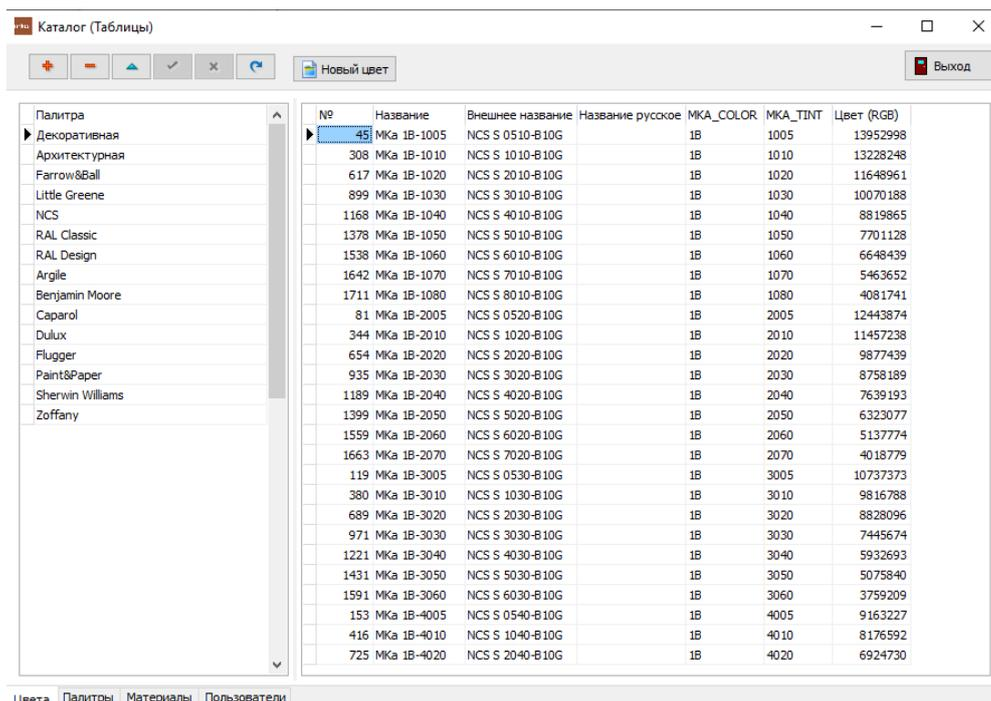

Рис. 14 – Каталог
Для удобства цвет и название отображаются в квадрате, в главном окне. Также над ним указывается код цвета в модели RGB (Рис.14).
- 1) Для открытия **Каталога (Таблицы)** (Рис.14), нажмите кнопку  в главном окне.
- 2) Все элементы в справочнике можно редактировать. Для этого выберите нужный элемент в левом списке, нажмите . Чтобы одобрить изменения, нажмите . Для отмены изменений, нажмите . Если необходимо вернуть первоначальные данные, нажмите . Для добавления элементов в таблицы «Палитры», «Материалы», «Пользователи» нужно сначала установить курсор в ячейку с наименованием (1),